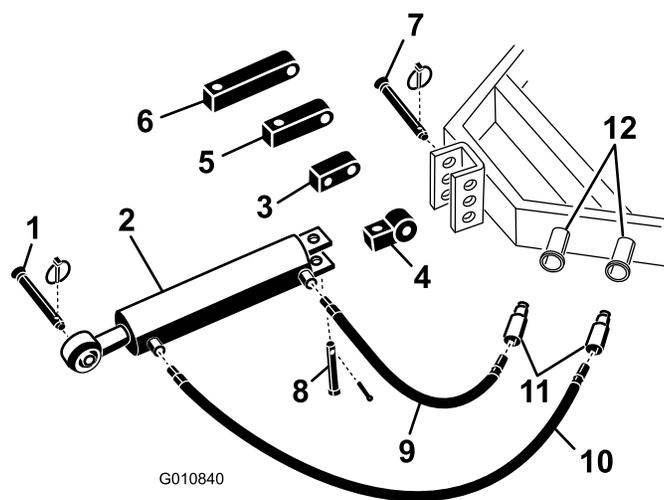

Figure 5
1. Fixez le côté 'embout d'accouplement du bras d'attelage hydraulique supérieur au groupe de déplacement au moyen des goupilles fournies avec le groupe de déplacement (Figure 5).
Remarque: S'il est nécessaire de monter le vérin hydraulique avec les orifices en haut, utilisez le bloc de rotation à la place du bloc de montage standard pour repositionner le vérin (Figure 5). Vous pouvez utiliser un raccord hydraulique à 90° à la place du bloc de rotation (les raccords de 90° ne sont pas fournis).
- A. Retirez la goupille cylindrique et l'axe qui fixent l'embout d'accouplement standard au vérin (Figure 5). Déposez l'embout d'accouplement du vérin.
- B. Montez le bloc de rotation sur le vérin avec les goupilles retirées précédemment (Figure 5).
2. Raccordez le long flexible hydraulique (106 cm) à l'orifice du bras d'attelage hydraulique supérieur le plus proche de l'aérateur (Figure 5). Appliquez du ruban ou du mastic d'étanchéité sur les filetages des flexibles pour prévenir les fuites.
3. Raccordez le flexible hydraulique court (76 cm) à l'orifice du bras d'attelage hydraulique supérieur le plus proche du groupe de déplacement (Figure 5). Appliquez du ruban ou du mastic d'étanchéité sur les filetages des flexibles pour prévenir les fuites.
Si le vérin hydraulique n'atteint pas le support de montage de l'aérateur, utilisez un bloc d'extension au lieu du bloc de montage standard pour accoupler le vérin au groupe de déplacement (Figure 5).
- Retirez la goupille cylindrique et l'axe qui fixent l'embout d'accouplement standard au vérin (Figure 5). Déposez l'embout d'accouplement du vérin.
- Montez le bloc d'extension de la longueur voulue sur le vérin avec les goupilles retirées précédemment (Figure 5).